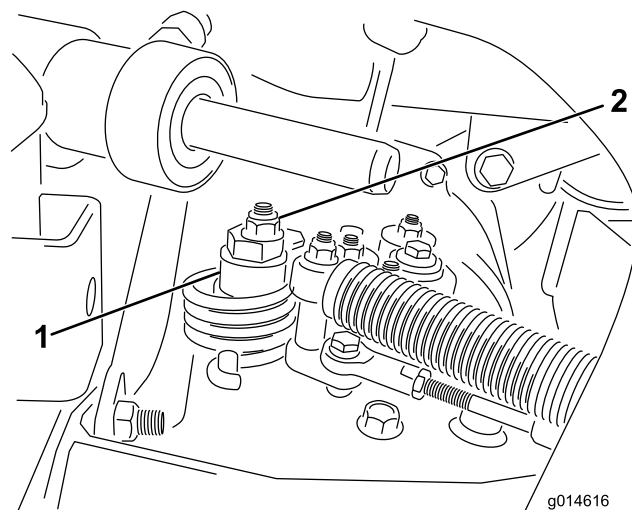

図 49
- A. 偏芯ナットをハイドロスタット上部に止めているナットをゆるめる (図 49)。
- C. どちらにも車輪が回らないように偏芯ナットを回して調整する。調整ができれば固定ナットを締める (図 49)。スロットルSLOW およびFAST 位置で調整が正しいことを確認する。